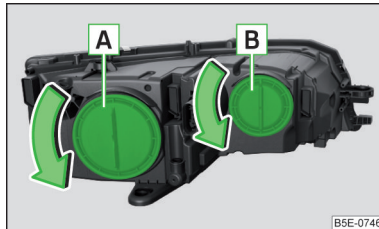

Abb. 357
Glühlampenanzordnung » Abb. 357
- › Die Schutzkappe **A** » Abb. 357 auf Seite 317 in Pfeilrichtung drehen.
- › Die Schutzkappe **A** » Abb. 357 auf Seite 317 einsetzen und entgegen der Pfeilrichtung drehen.
- › Die Schutzkappe **B** » Abb. 357 auf Seite 317 in Pfeilrichtung drehen.
- › Die Schutzkappe **B** » Abb. 357 auf Seite 317 einsetzen und entgegen der Pfeilrichtung drehen.